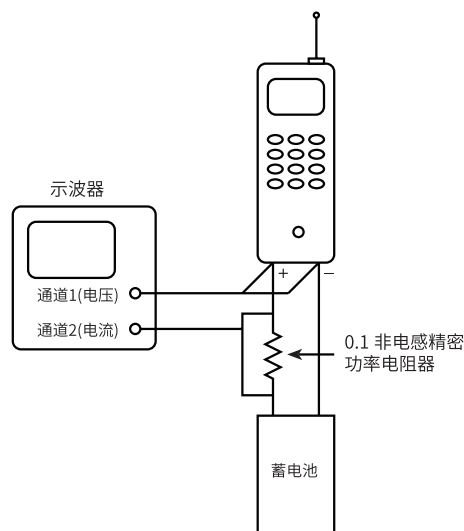

图 5. 用来计算电子电阻的蓄电池和手机连接示意图。
1. 通过  $0.1\Omega$  电阻器，使用几英寸的粗号线把蓄电池连接到手机上，如图 5 所示。